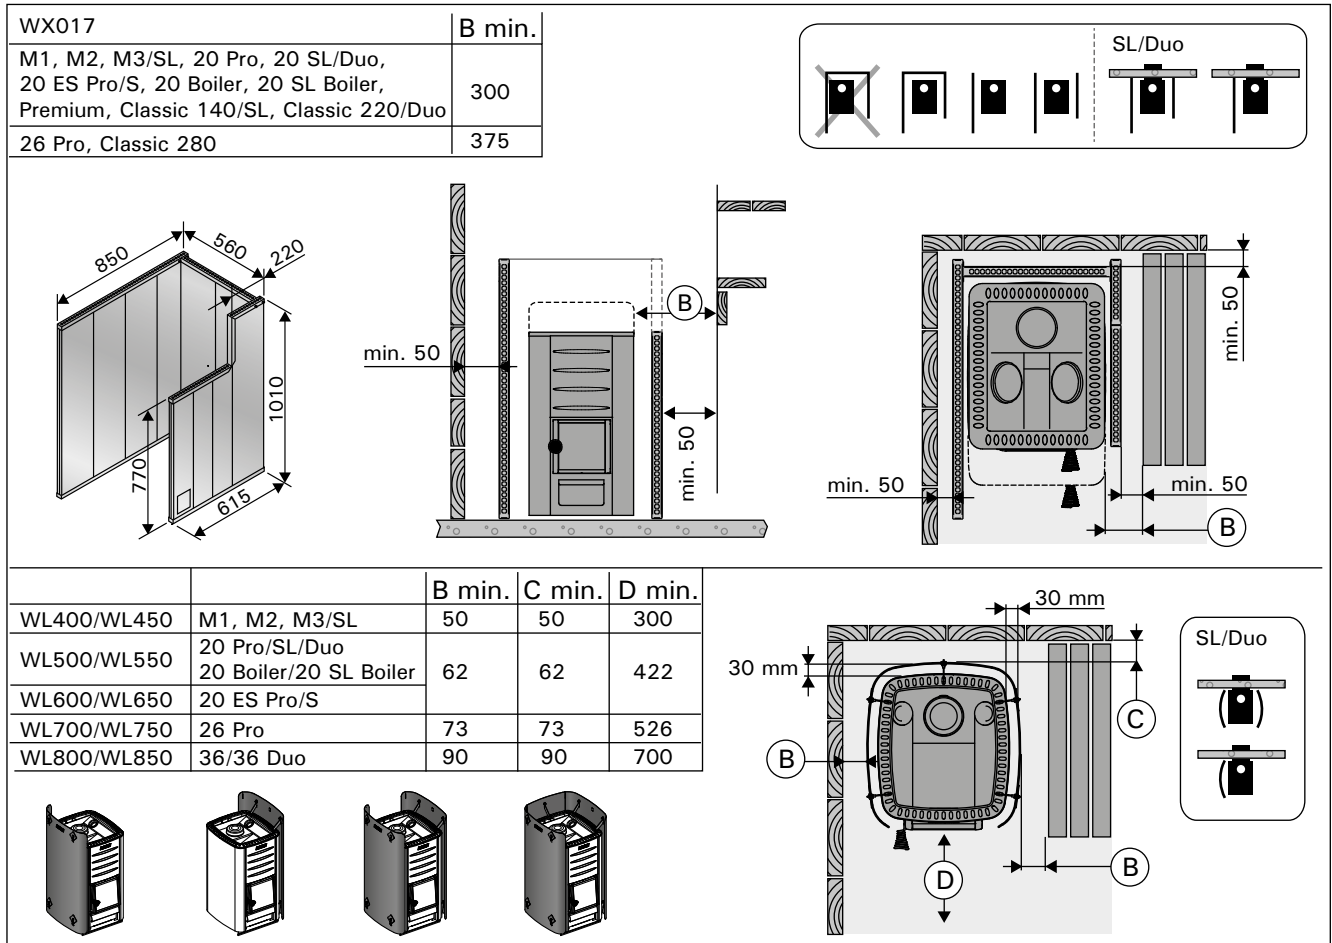

Рисунок 8. Безопасные расстояния с защитными ограждениями (все размеры приведены в миллиметрах)
D. Защитное ограждение Harvia WX017. Рисунок 8.
E. Защитная обшивка WL400/WL450, WL500/WL550, WL600/WL650, WL700/WL750, WL800/WL850. Рисунок 8.